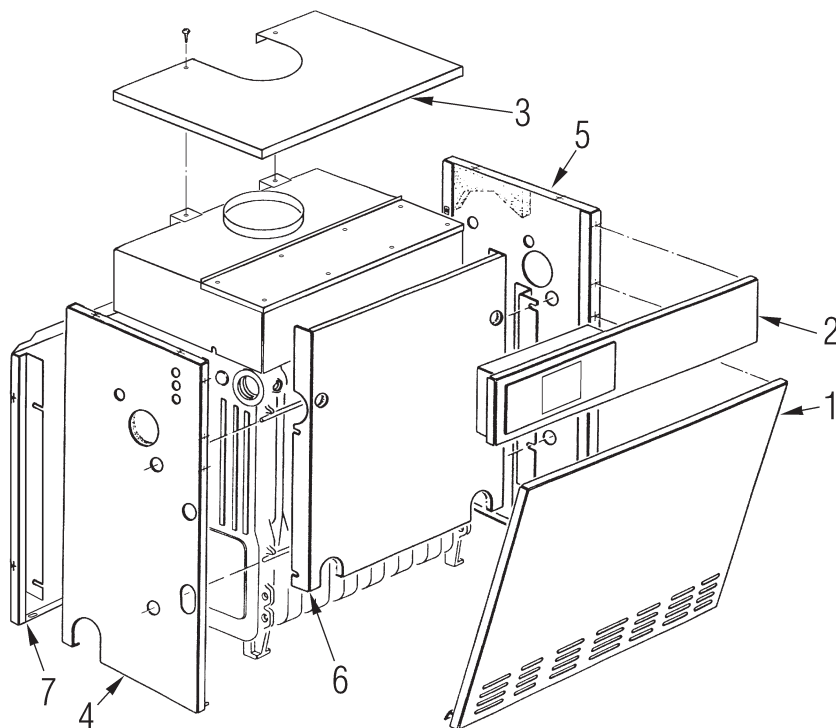

Fig. 12
4.5 DESMONTAJE DE LA ENVOLVENTE (fig. 12)
Para llevar a cabo el desmontaje de la envolvente seguir las operaciones siguientes (fig. 12):